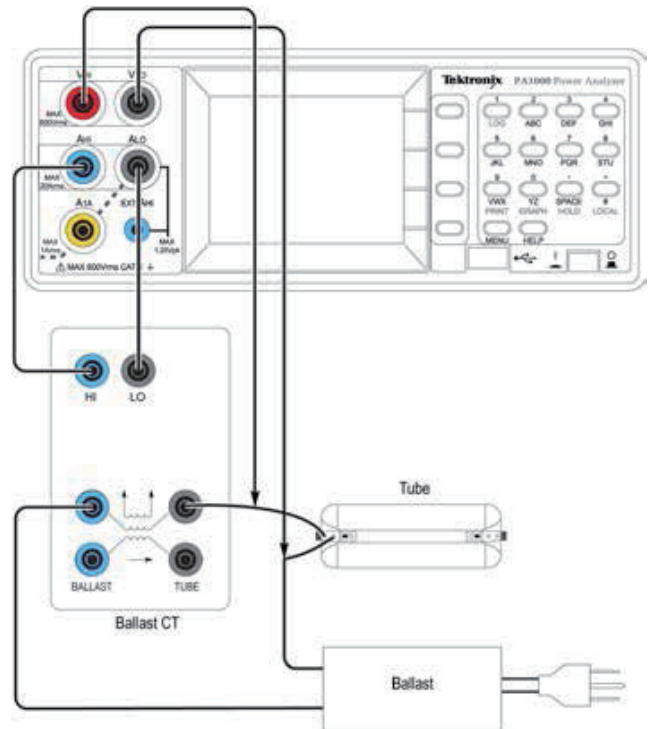

图 13. 镇流器输出测量硬件设置实例。
- 连接 DUT、Ballast-CT 和 PA1000，如图 13 所示。